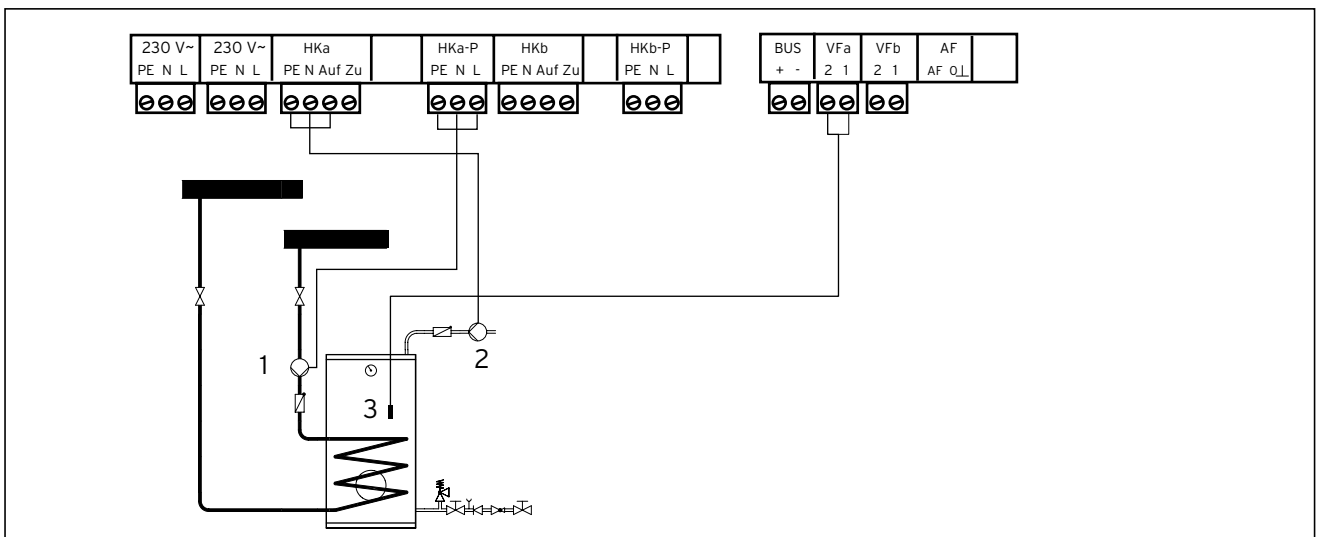

Рис. 4.3: Подключение отопительного контура в качестве контура нагрева водонагревателя
- Выполните присоединительный электромонтаж на смесительном модуле согласно рис. 4.3.
Пояснение к рис. 4.3